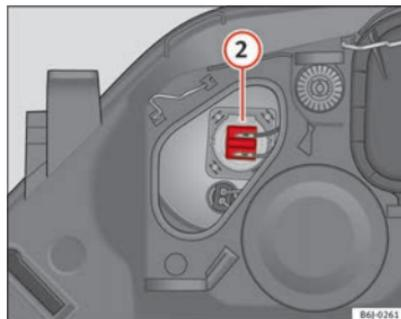

Fig. 152 Feux de route
- Retirez le connecteur ⇒ fig. 152 ② en tirant vers l'extérieur.